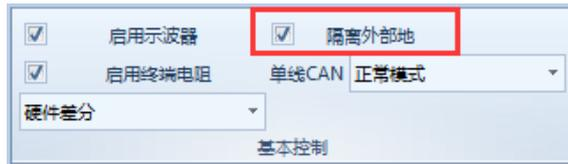

图 5.28 隔离外部地
- ◇ 数学差分/硬件差分：数学差分是指将 CAN_H 对 GND 的电压，和 CAN_L 对 GND 的电压相减，得到差分波形 CAN_DIFF，供触发判断和眼图叠加使用；硬件差分是通过内部硬件实现的，它是将 CAN_L 作为参考基准，差分波形 CAN_DIFF 是 CAN_H 与 CAN_L 的电压差。在硬件差分时，会有一个“隔离外部地”的勾选项，如图 5.28 所示，如果勾选后，则切断示波器信号地与外部地的通道，实现抗干扰效果。